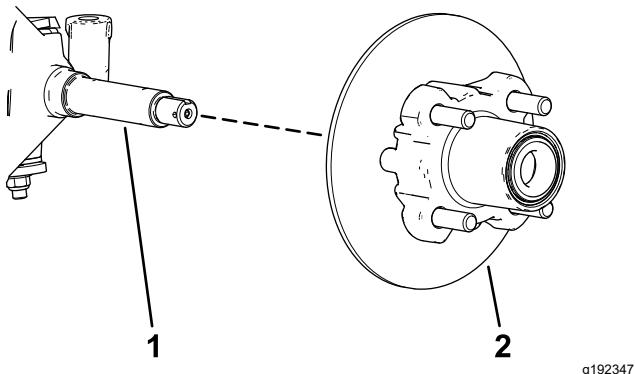

Figure 30
6. Enlevez l'écrou de la fusée, et séparez l'ensemble moyeu et rotor de la fusée (Figure 29 et Figure 30).